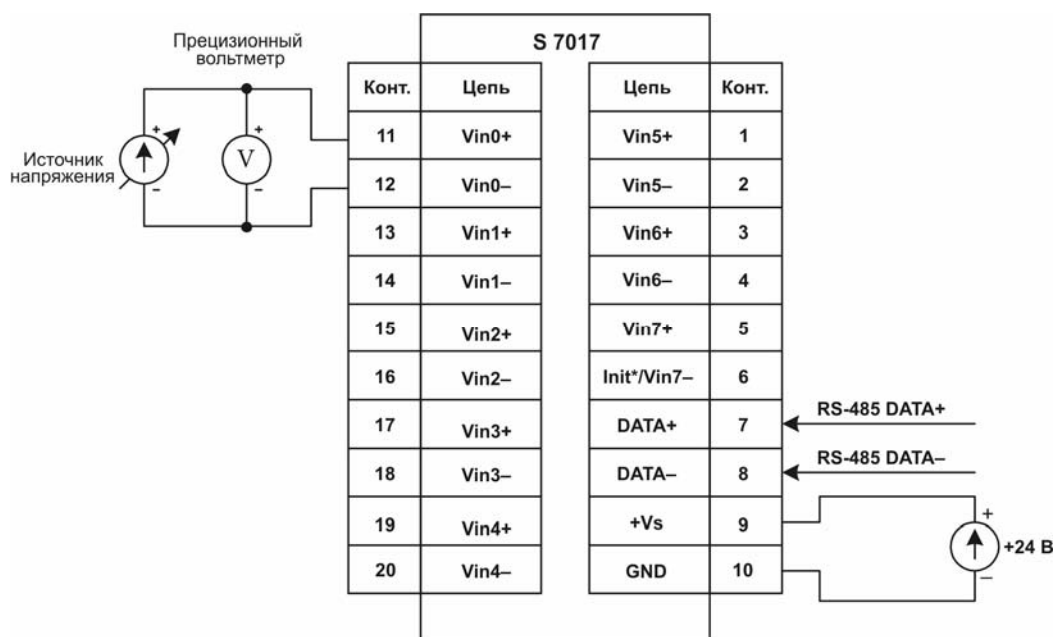

Рис. 21. Схема подключения модуля S7017 для проведения калибровки
1. Произведите подключение модуля в соответствии со схемой, приведенной на рис. 21, подключив источник образцового напряжения ко входу канала 0.